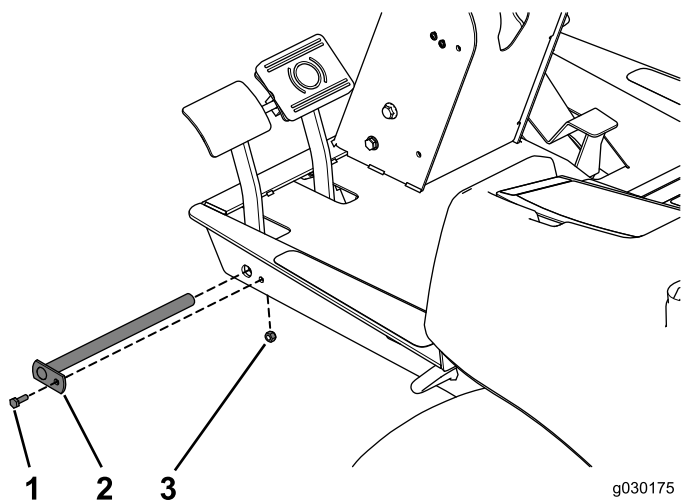

Figura 1
5. Retire o parafuso que fixa o pino que segura os pedais do travão (Figura 1).